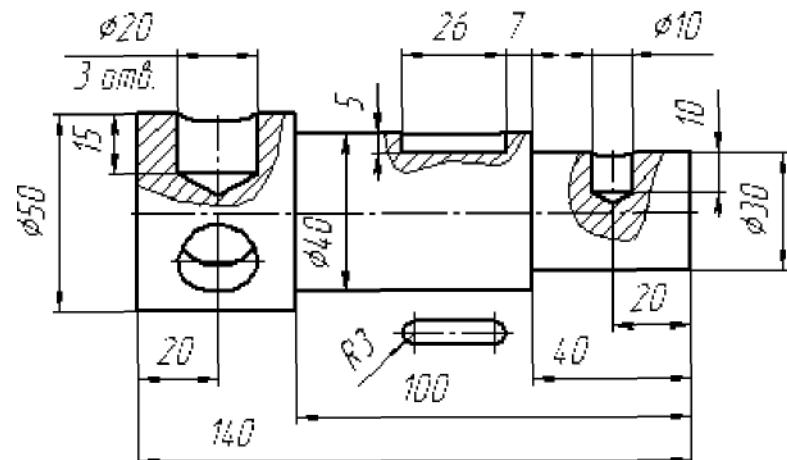
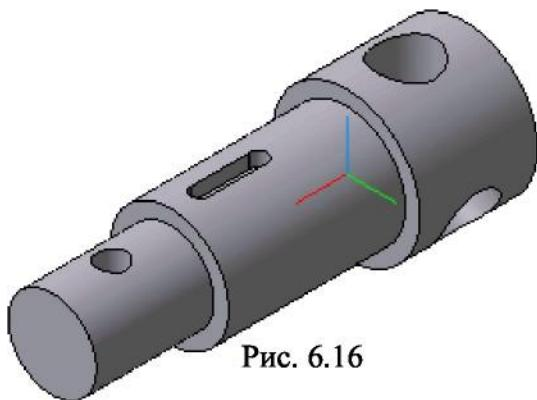
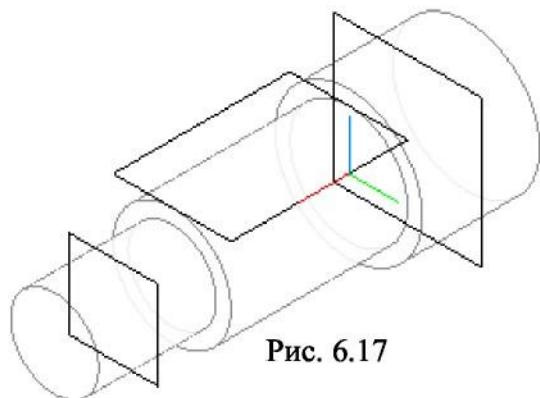

Рис. 6.15
Рис. 6.16
Рис. 6.17
На рис. 6.15 приведено изображение, на основе которого создана трехмерная модель детали (рис. 6.16).
1. Используя команды трехмерного моделирования в соответствии с исходными данными (рис. 6.15), создать модель ступенчатого вала (рис. 6.17).
2. Для формирования отверстий и углублений нужно создать эскизы в различных конструктивных плоскостях. Эти плоскости строим, используя команды **Касательная плоскость** и **Смещенная плоскость** (рис. 6.17). Смещенные плоскости должны быть параллельны координатной плоскости XZ.
5. Для отверстий выполняются эскизы с учетом последующей операции - операции вращения. Размеры и форму эскиза задать, используя чертеж детали (рис. 6.15).
8. Конечный вариант представлен на рис. 6.16, на котором модель затонирована.